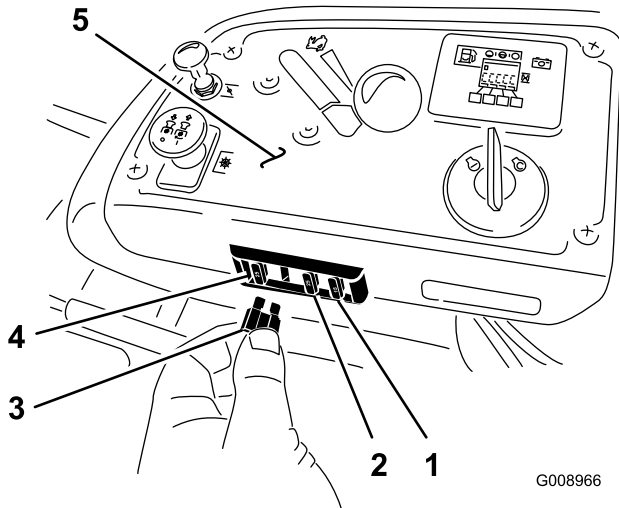

Bild 60
1. Die Sicherungen befinden Sie rechts am Armaturenbrett neben dem Sitz (Bild 60).
3. Setzen Sie eine neue Sicherung ein (Bild 60).